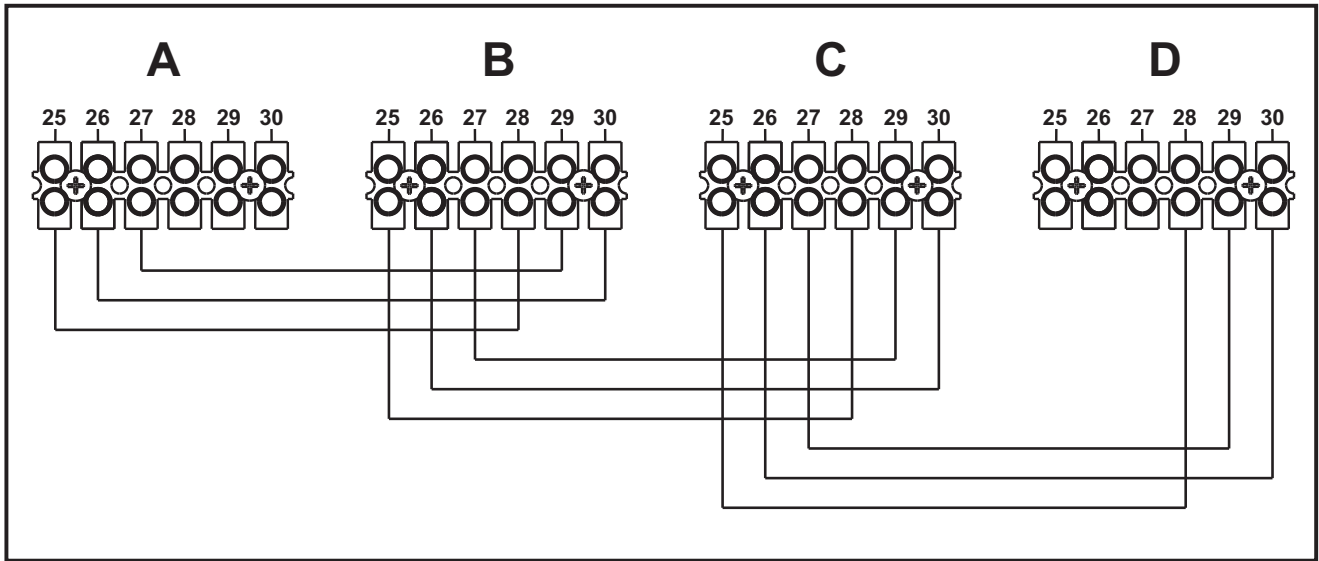

abb. 27 - Kaskadenanschluss
1. Die Module anschließen, siehe abb. 27
Andernfalls die Stromversorgung trennen und die Verdrahtung in abb. 27 kontrollieren.